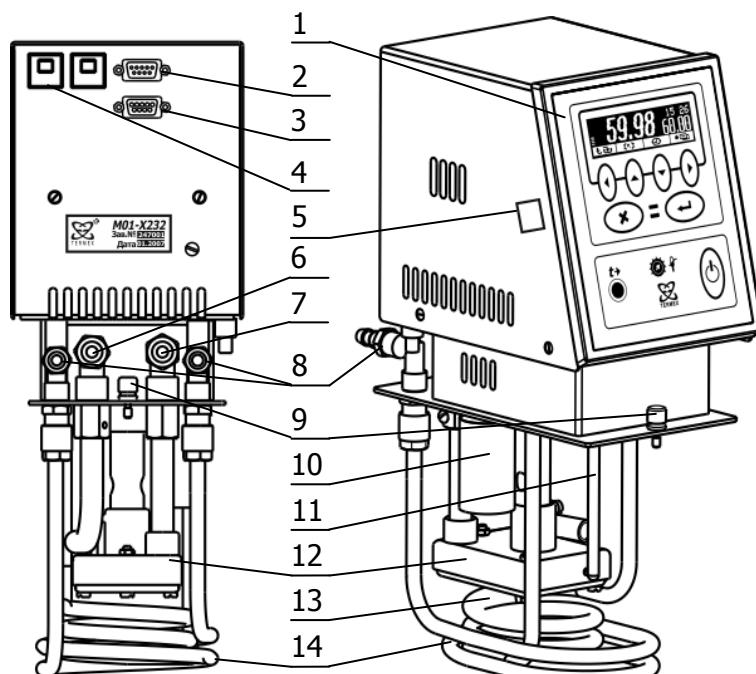

Рисунок 1 - Устройство блока регулирования
1.4.2 Работа блока регулирования заключается в поддержании заданной температуры теплоносителя, циркулирующего в ванне терmostата, а также, во внешнем потребителе в случае его подключения. Циркуляция теплоносителя обеспечивается насосом 12 (рисунок 1). По-
Для работы при температурах, близких к окружающей, необходимо обеспечить дополнительное охлаждение с помощью теплообменника 14 (рисунок 1). Для этого штуцеры теплообменника 8 подключить к водопроводной сети или специальному холодильному устройству. Поток охлаждающей жидкости должен быть равномерным и, по возможности, небольшим.
В процессе работы блока регулирования на дисплее 15 отображается температура теплоносителя, значение уставки (задание), мощность нагрева, текущее время и дополнительная служебная информация. Установка режимов работы блока регулирования осуществляется органами управления, расположенными на лицевой панели 1 (рисунок 1).
2.2.1 Установить блок регулирования на ванне так, как указано в руководстве по эксплуатации термостата и закрепить винтами 9 (рисунок 1).